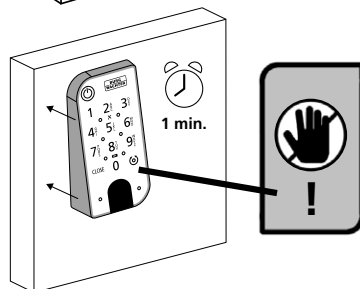

Fig. 9
- 4 Presione el teclado contra la pared durante aproximadamente un minuto (Fig. 9).